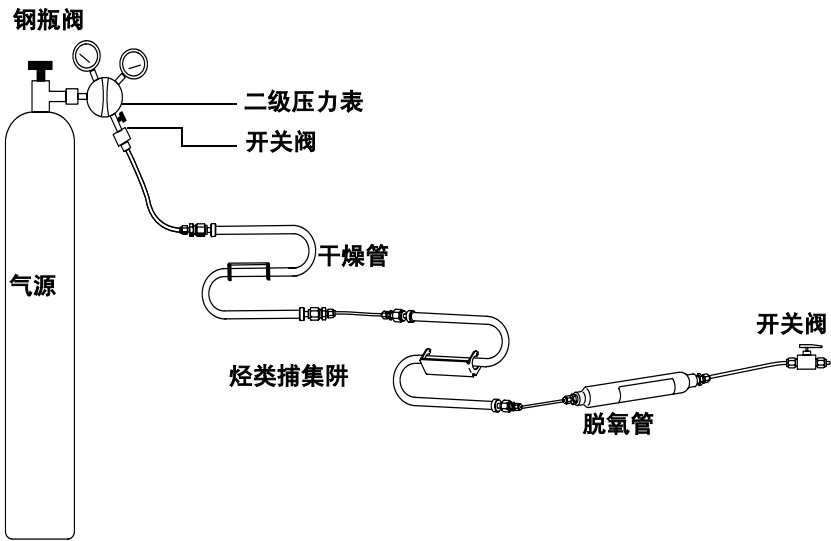

图 5 气源的管线连接
- 1 确定在供气管线上哪些位置安装捕集阱。图 5 表示推荐的载气捕集阱安装顺序和开 / 关阀的位置。